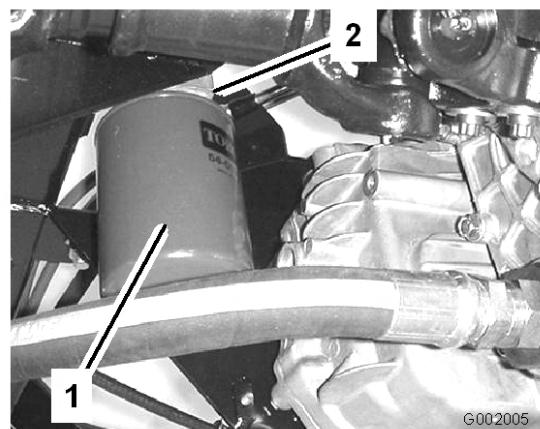

Figure 67
- Retirez le filtre (Figure 67).